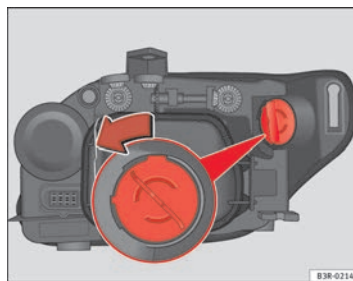

Abb. 207 DRL (Tagfahrlicht)
- Drehen Sie den Lampenhalter gegen den Uhrzeigersinn und ziehen Sie ihn ⇒ Abb. 207 mit der Glühlampe heraus.